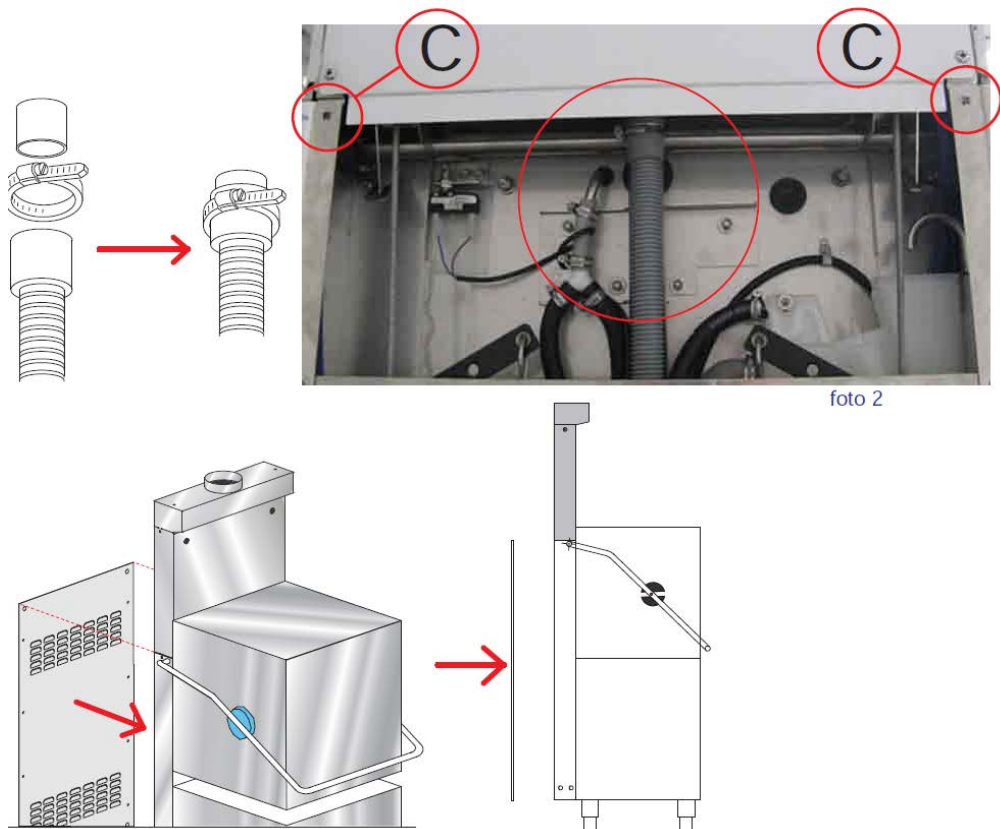

Fig. 3.2.6
7. Monteer de afvoerslang aan de condens unit zoals aangegeven in fig. 3.2.6 en draai de slangklem goed vast. Plaats de achterplaat weer terug op de machine